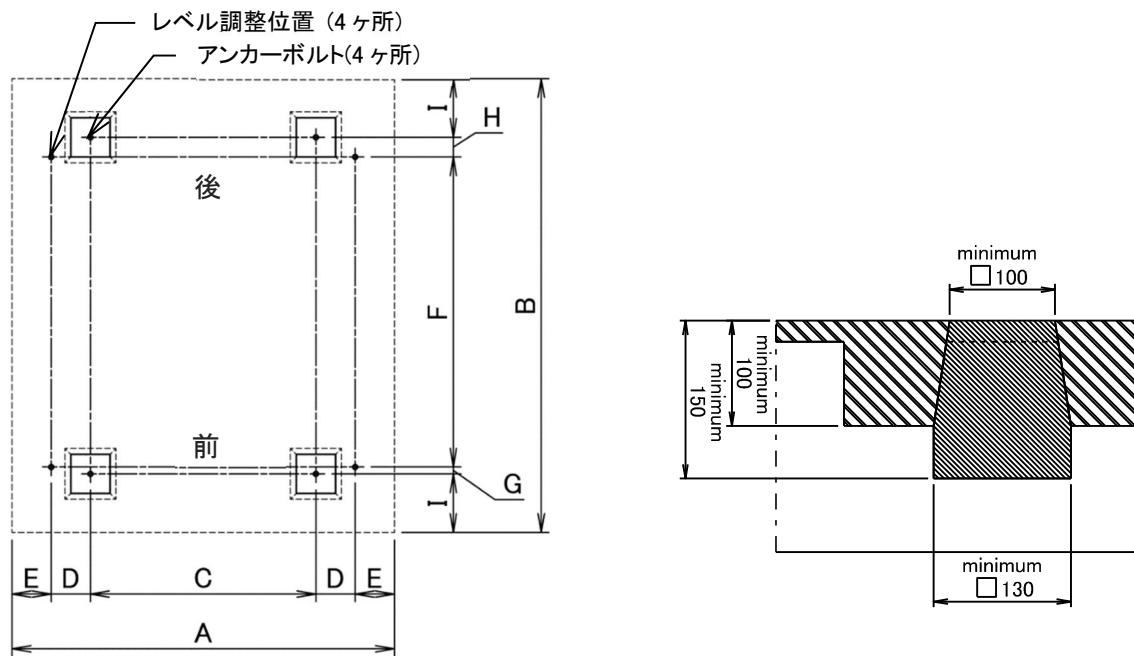

図 4-2
1) 機械の据付は、床荷重に耐えられるコンクリートの水平かつ凹凸の無い床に、（図 4-2）の示す位置に、相対的に段差が無く、水平な 4ヶ所のコンクリート基礎を施工してください。
2) コンクリート床自身が十分な強度、完全に平らでかつ水平、十分な厚みがあるならば（図 4-2）に示す基礎工事を省くことができます。